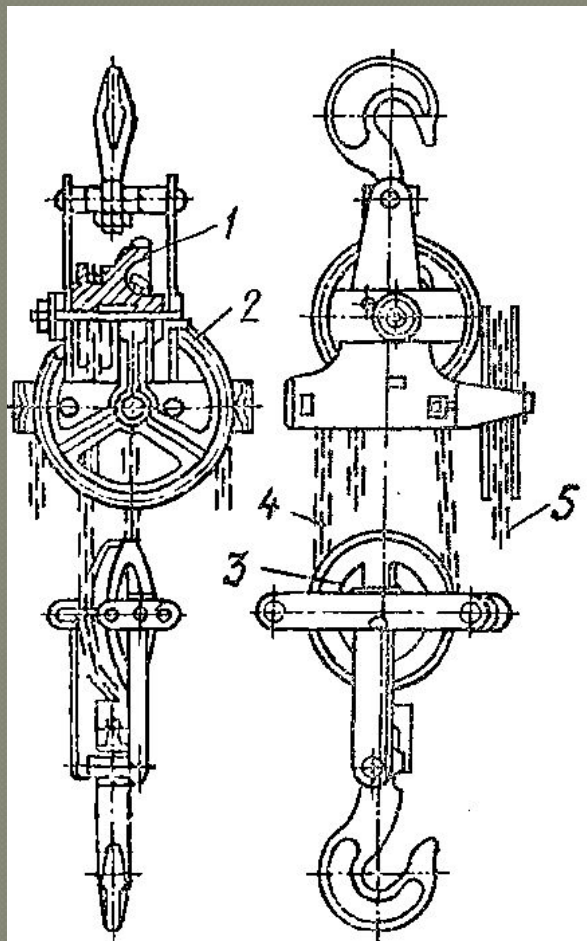

Рис. 5. Тали с червячной передачей:
*Тали* (рис. 5) неподвижно подвешивают у места работ и приводят в действие снизу ручным тяжением тяговой цепи 5, вращающей при этом тяговое колесо 2, осью которого служит червяк. Последний приводит во вращение червячное колесо / со звездочкой для захвата грузовой цепи 4. Грузовая цепь, один конец которой закреплен на неподвижной верхней части талей, вращает ролик 3 нижнего блока, приводя блок в поступательное движение, в результате чего груз поднимается или опускается. Тормозное устройство талей действует автоматически под давлением поднятого груза. Тормоз обеспечивает плавное опускание груза, которое происходит только при воздействии на тяговую цепь.